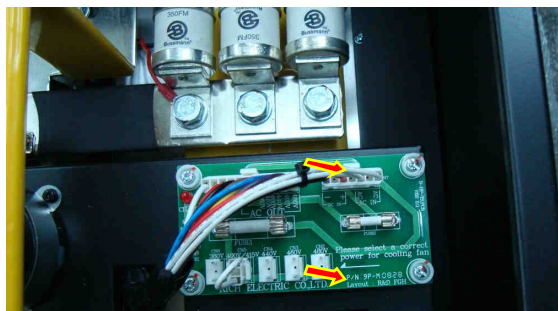

Рис. 7.33.
7.17.1. Установить плату предохранителей над резьбовыми отверстиями блока конденсаторов. Закрепить плату четырьмя винтами (рис. 7.33).